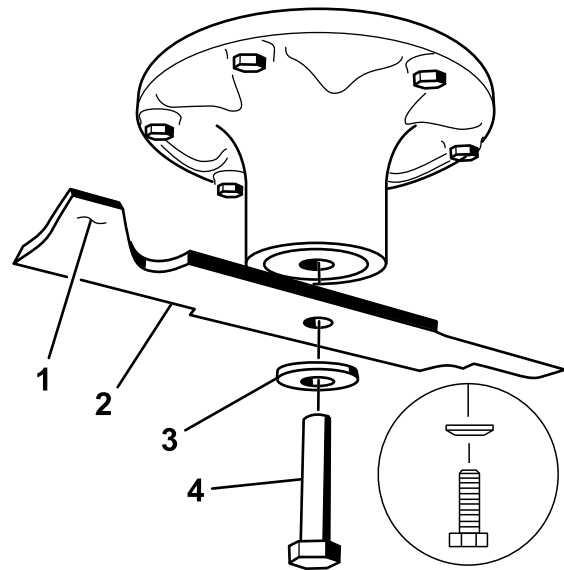

図 74
2. スピンドルのシャフトからブレードボルト、湾曲ワッシャ、ブレードを取り外す(図 74)。